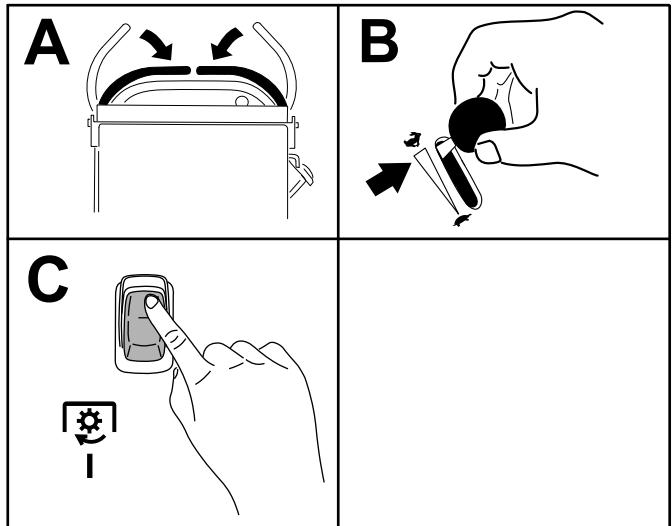

Figura 9
**Nota:** Si desengrana las cuchillas del cortacésped soltando las palancas de control de movimiento, puede engranar las cuchillas otra vez moviendo el interruptor a la posición de ENGRANADO (Figura 9) sin moverlo primero a la posición de DESENGRANADO.